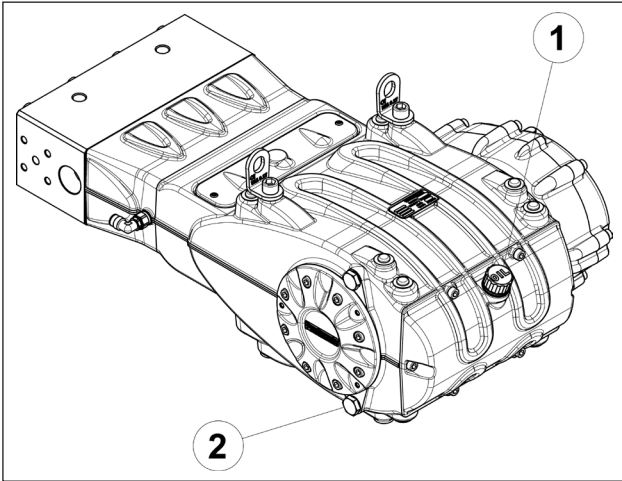

Abb. 3
Überprüfen Sie den Ölstand über den Verschluss mit Ölmesstab und min. sowie max. Markierungen ①, Abb. 3. Füllen Sie bei Bedarf auf.
Für den Ölwechsel soll die Pumpe dagegen auf Betriebstemperatur sein. Entfernen Sie dazu den Verschluss Pos. ②, Abb. 3.